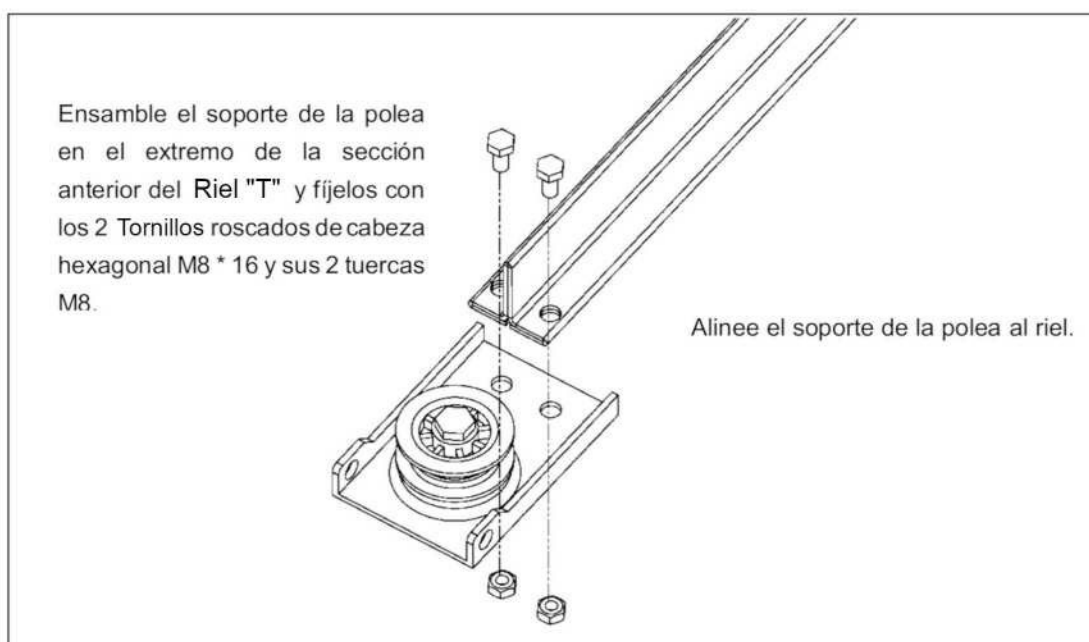

Fig.24
5.9.-Ensamble del Soporte de la Polea del Riel "T". (Fig.24)